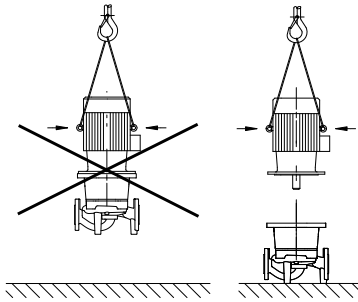

Fig. 8: Trasporto del motore
- Gli occhioni per il trasporto presenti sul motore sono omologati solo per il trasporto del motore, non per quello dell'intera pompa (Fig. 8).